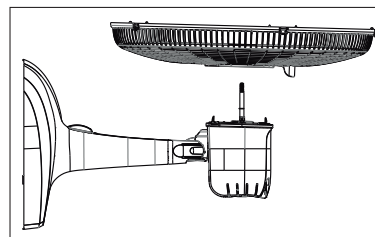

Figura 02
3. Encaixar a grade traseira posicionando-a através das travas do motor conforme a figura 02.